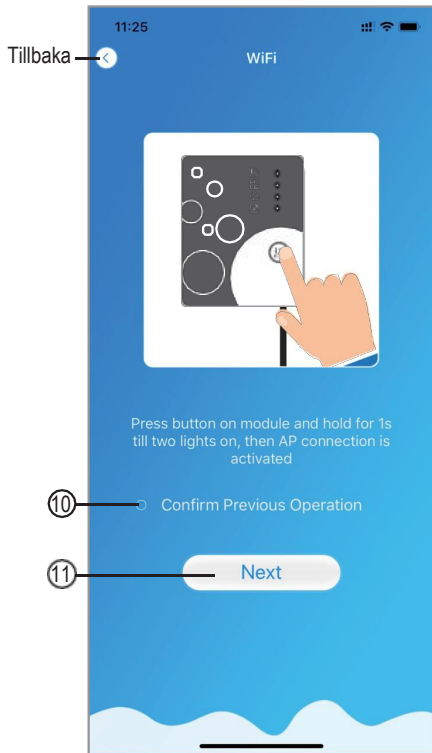

Fig.7 WiFi-modul på gränssnittet
1. Följ anvisningarna på sidan (Fig.7), tryck på knappen på modulen och håll in 1s tills två lampor tänds, sedan aktiveras AP-anslutningen, klicka på 10 för att bekräfta, klicka på 11 för att vända sidan;